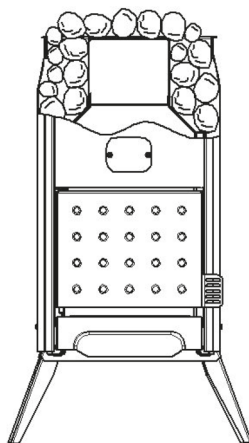

Рисунок 4
Конструктивно печь состоит из топки (1) (рис. 1), заключённой в конвектор (2), и дверки (3). Внутри топки размещены отсекаль пламени (4), обеспечивающий оборот горячих газов и в результате лучший прогрев стенок печи, и колосник (5). Печь установлена на шарнирно закреплённых на топке ножках (6). Ящик зольника (7) позволяет легко удалить золу из топки, в том числе во время работы печи. Конвектор экранирует жёсткое тепловое излучение от стенок топки. Конвектор печи и топка образуют каменку (8). Укладка камней показана на рис. 4. Для организации дымохода в комплект печи входят переходной патрубок (9), пять дымовых труб (10), защитная труба (11) и искрогаситель (12). Внешний вид элементов дымохода показан на рис. 2.